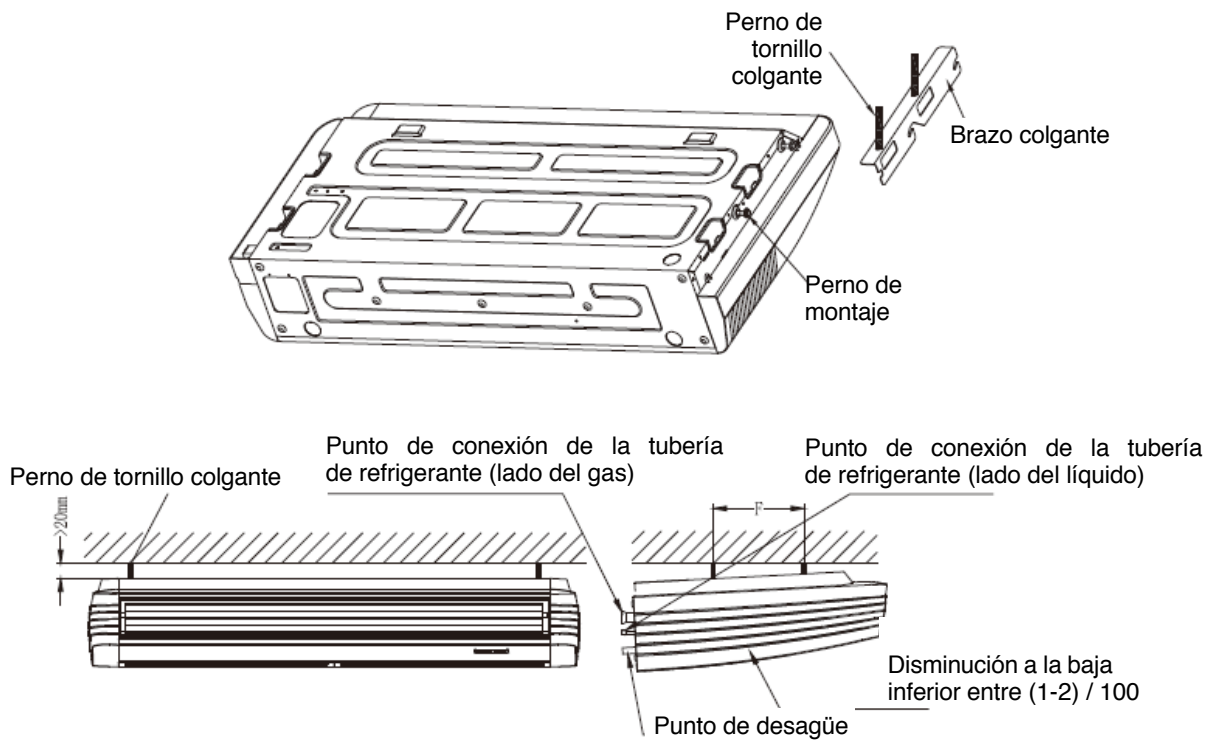

Imagen 20
- Cuelgue la unidad del brazo colgante deslizándola hacia atrás. Apriete firmemente los pernos de montaje a ambos lados (Consulte la imagen 20)